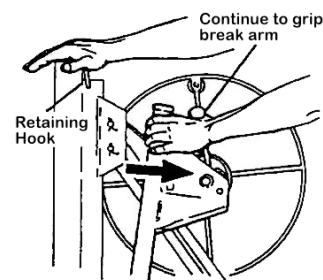

Figure 4
- c) Połóż prawą dłoń na szczycie ramy. Nadal trzymaj drążek hamulca, aby zapobiec odskoczeniu linki stalowej, następnie pociągnij wciągarkę całkowicie do siebie (Rys.4).